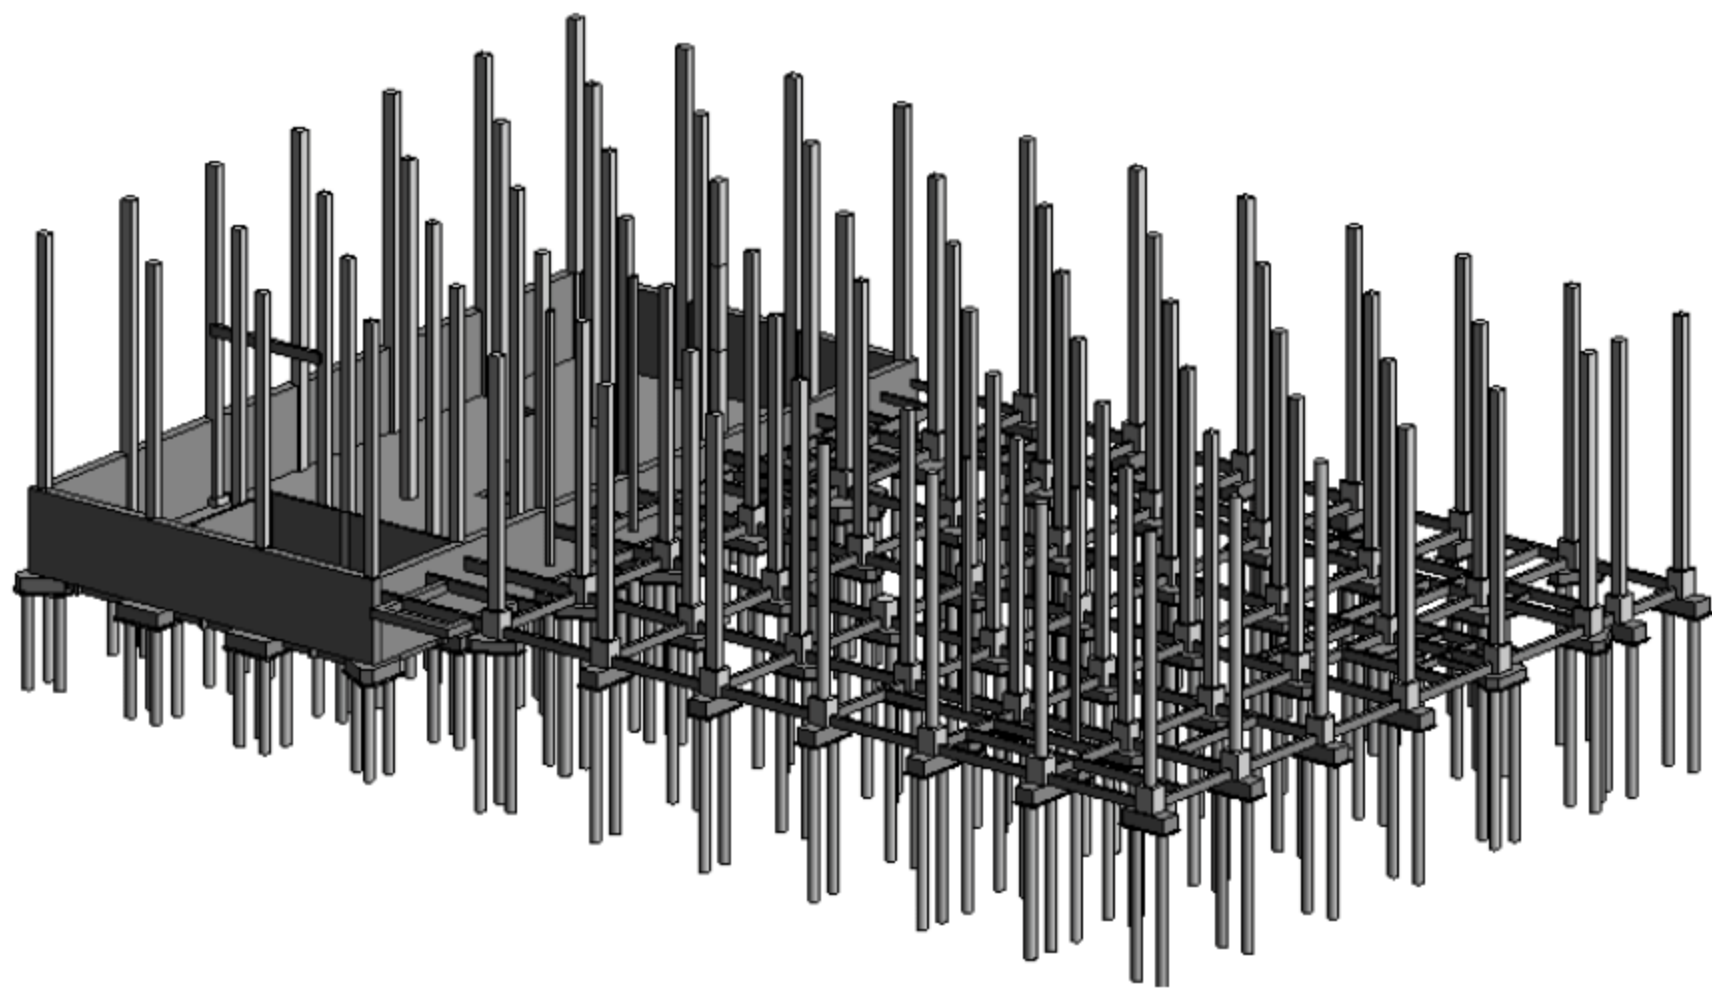
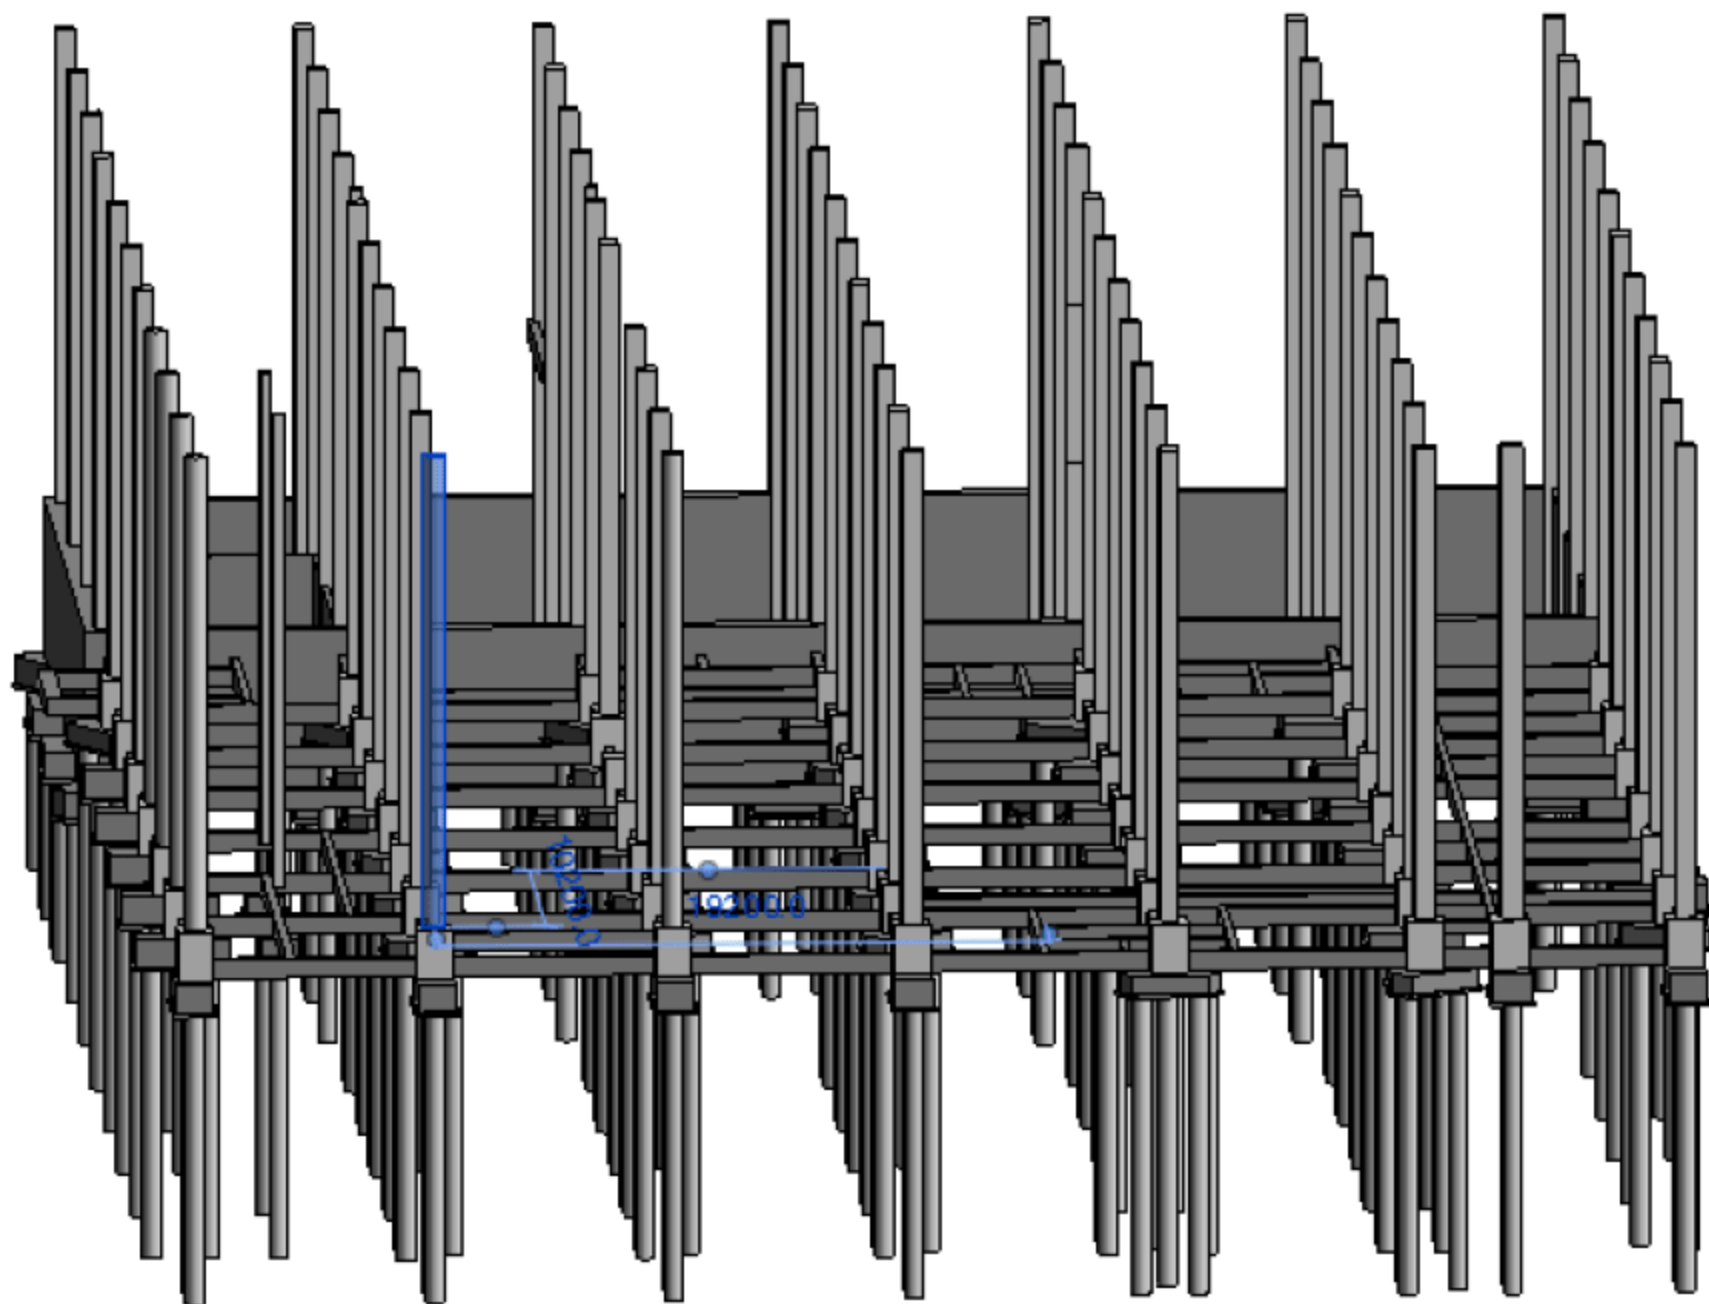

图 4.1.31 圆柱 3D 效果图 1
图 4.1.32 圆柱 3D 效果图 2
(7) 重复步骤 (6) 完成其余的混凝土圆形柱的绘制。然后按快捷键 F4 切换到三维效果，观看 3D 效果图是否有遗漏，如图 4.1.31 与图 4.1.32 所示。